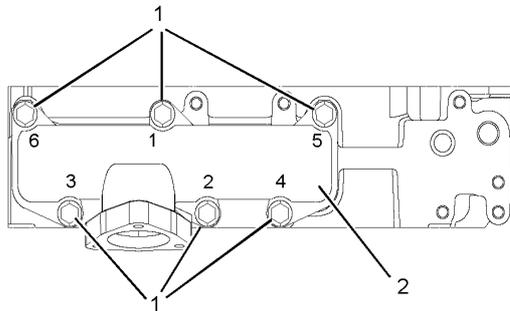

Ilustración 35
2. Coloque la empaquetadura nueva del múltiple de escape sobre los prisioneros en la culata. Coloque el múltiple de escape (2) sobre los prisioneros. Instale los tornillos de ajuste (1) apretándolos con la mano para sujetar el múltiple de escape a la culata.
3. Quite los dos prisioneros e instale los tornillos de ajuste restantes (1). Asegúrese de que los tornillos de ajuste (1) se aprieten en la secuencia que se muestra en la ilustración 35. Apriete uniformemente los tornillos de ajuste a un par de apriete de 33 N·m (24 lb-pie).